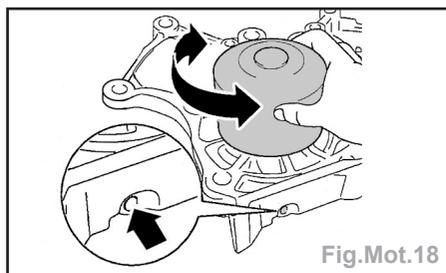

Fig.Mot.18
- Contrôler l'absence de fuite au niveau de l'orifice de vidange (Fig.Mot.18).